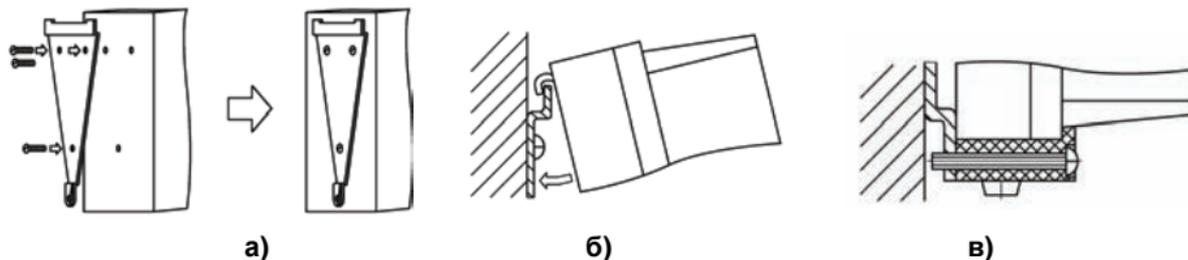

Рисунок 5.1
1) Закрепить кронштейн тремя винтами М4 × 20 на поверхности, предназначенной для установки прибора (см. Приложение А и рисунок 5.1, а).
2) Зацепить крепежный уголок на задней стенке прибора за верхнюю кромку кронштейна (рисунок 5.1, б)
3) Прикрепить прибор к кронштейну винтом М4 × 35 из комплекта поставки (рисунок 5.1, в).